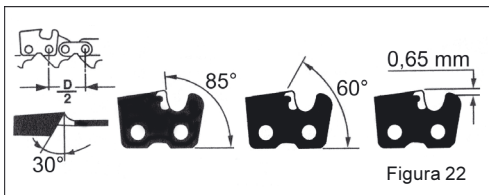

Figura 22
- Per l'affilatura dei denti taglienti è necessario tener conto dei seguenti valori (figura 22):